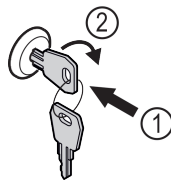

Fig. 170
- ▶ Вставьте ключ. Fig. 170 (1)
- ▶ Поверните ключ на 90° по часовой стрелке. Fig. 170 (2)